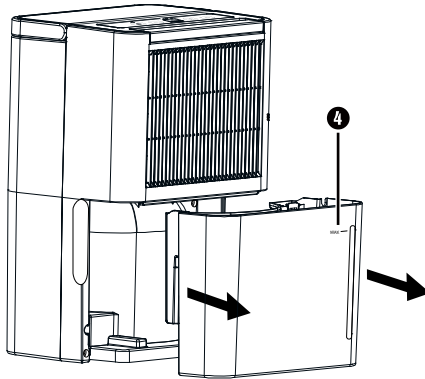

Fig. 2
- ◆ Tag forsigtigt vandbeholderen ④ ud af produktet ved hjælp af de forsænkede greb på siden (se fig. 2).